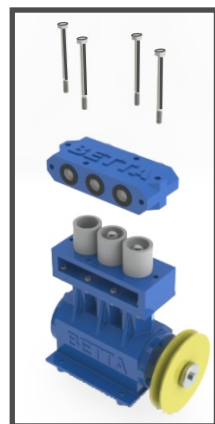

Fig. 44
**6 -** Montar o cabeçote central sobre as camisas de cerâmica. Atenção para que as camisas se encaixem perfeitamente nos rebaixos existentes no bloco do carter e no cabeçote central. Se isso não ocorrer, provavelmente as camisas de cerâmica irão quebrar durante o aperto. O aperto dos parafusos deve ser efetuado igualmente para que não haja folga entre a camisa e o cabeçote. (Fig. 44)